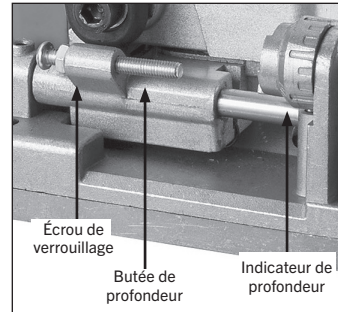

Figure 11. Emplacement des composantes de réglage de la profondeur de coupe.
- Si la mesure n'est pas égale à 10 mm, desserrez l'écrou de verrouillage de la butée de profondeur (voir figure 11)